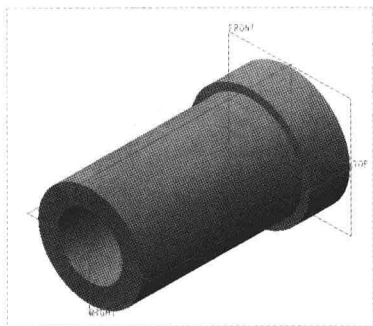

图 4-53 图形文件
Step 01 按【Ctrl+O】组合键，打开图形文件，如图 4-53 所示。